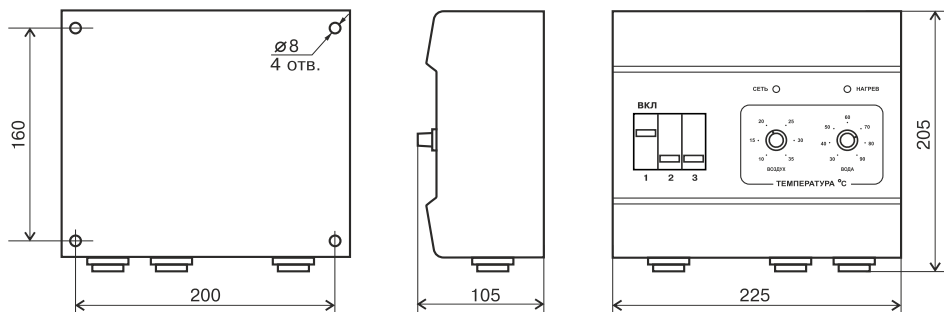

Рис.1 Габаритные и установочные размеры панели управления
4.1. Корпус панели управления состоит из основания и крышки (Рис.1). На основании установлен вводной автомат, коммутатор нагрузки и монтажные колодки. На крышке установлена плата управления. Крышка крепится к основанию четырьмя винтами. Корпус панели изготовлен из листового металла и окрашен полимерной краской. На передней панели расположены вводной автомат, регуляторы температуры воды и воздуха, светодиоды «СЕТЬ» и «НАГРЕВ».